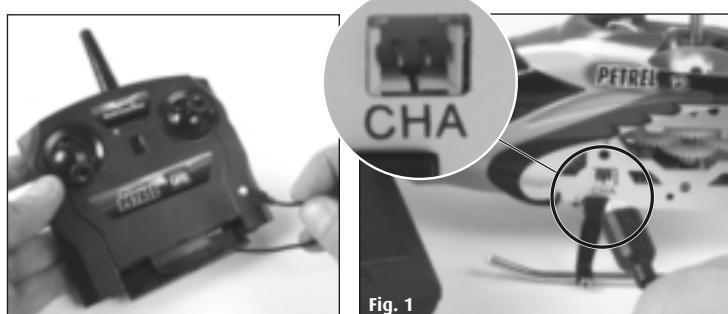

Fig. 1
2. Enchufar el conector del cable de carga cuidadosamente en la hembrilla de carga del helicóptero (Fig. 1). El conector debe permitir ser enchufado suavemente en la hembrilla de carga - NO EMPLEAR VIOLENCIA. Si el conector no se enchufa correctamente en la hembrilla de carga, el helicóptero puede ser dañado y bajo ciertas circunstancias existir riesgo de lesiones.
- b. Enchufar el conector del cable de carga cuidadosamente en la hembrilla de carga del helicóptero (Fig. 1). El conector debe permitir ser enchufado suavemente en la hembrilla de carga - NO EMPLEAR VIOLENCIA. Si el conector no se enchufa correctamente en la hembrilla de carga, el helicóptero puede ser dañado y bajo ciertas circunstancias existir riesgo de lesiones.
Antes de conectar, el regulador de empuje (regulador izquierdo del control remoto) debe señalar hacia abajo. A continuación colocar el interruptor del control remoto en "ON" (Fig.1). entonces se enciende el red rojo Power-ON.